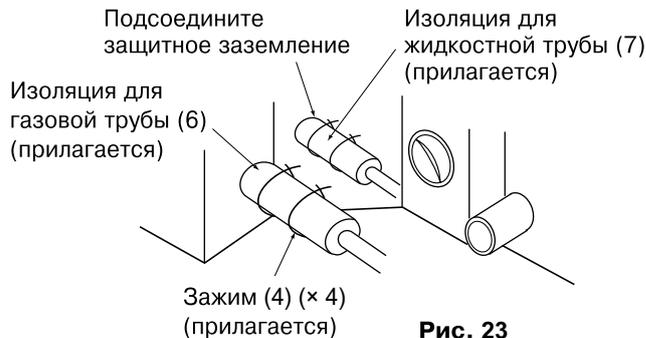

Рис. 23
- После контроля отсутствия утечек газа внимательно проследите за выполнением работ по тепловой изоляции в местах соединения труб, полностью руководствуясь приведенным ниже рисунком и используя прилагаемые изоляционные материалы для арматурных элементов (6) и (7). (Закрепите оба конца с помощью зажимов (4).) (См. рис. 23)